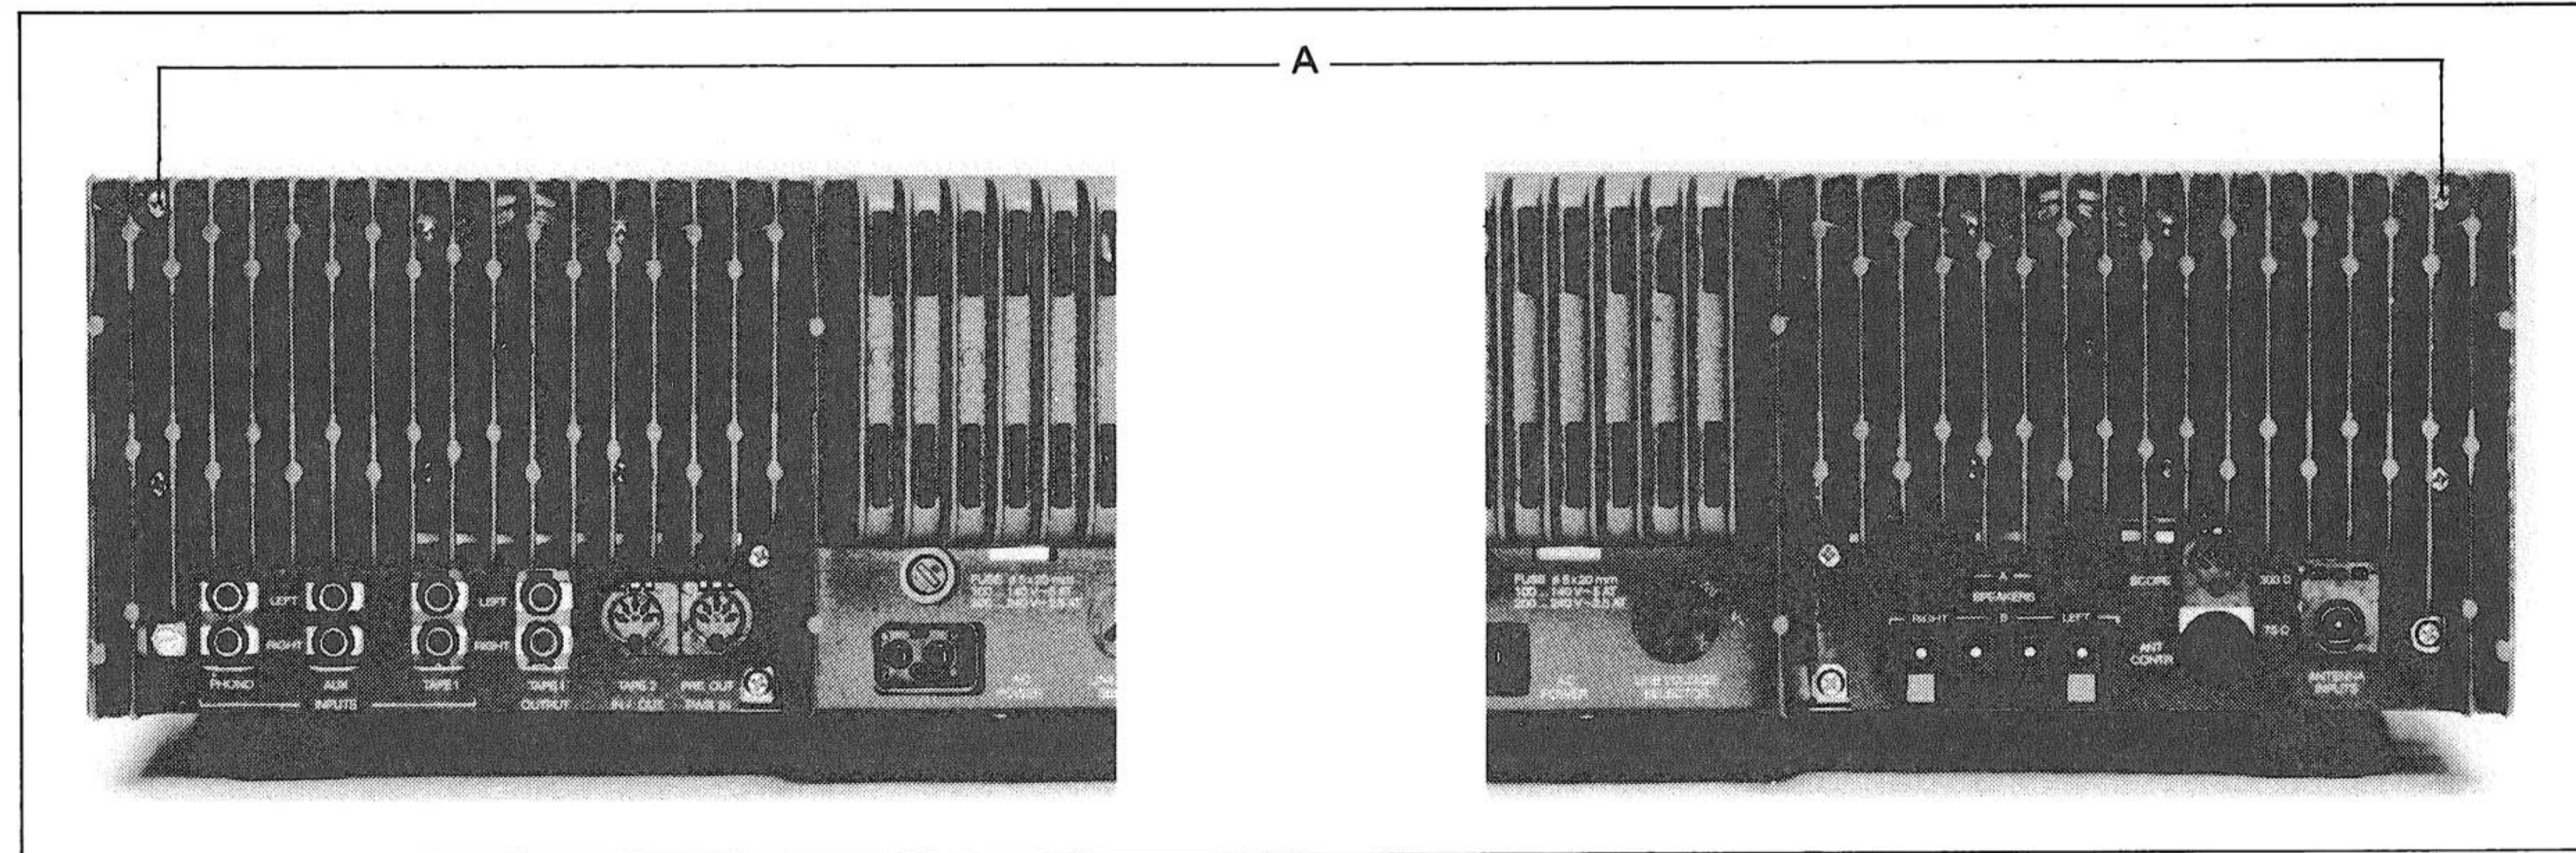

Fig. 2.1
- An der Rückseite 2 Schrauben **(A)** (Fig. 2.1) lösen.
- Unfasten 2 screws **(A)** (Fig. 2.1) on the rear.
- Dévissez les 2 vis **(A)** (fig. 2.1) à l'arrière de l'appareil.